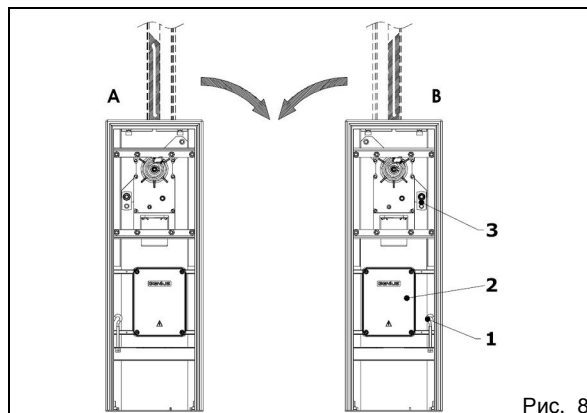

Рис. 8
**ВНИМАНИЕ!** Шлагбаумы выпускаются в левом исполнении (со опусканием стелы вправо – см. рис. 8, поз. А).
Чтобы переналадить привод для опускания стелы влево (рис. 8, поз. В), следует:
- Снять тягу (рис. 8, поз. 1).
- Переставить блок управления справа налево рис. 8, поз. 2.
- Установить тягу (рис. 8, поз. 1) в отверстие, расположенное справа от блока управления.
- Якорь пружины (рис. 8, поз. 3) переставить с левого штифта на правый.